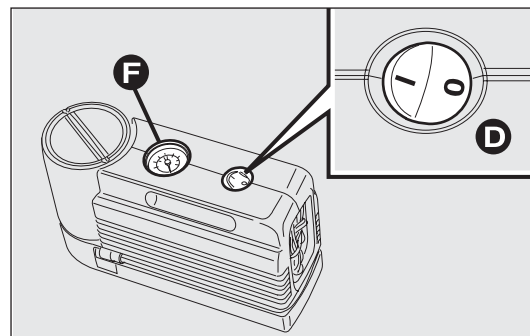
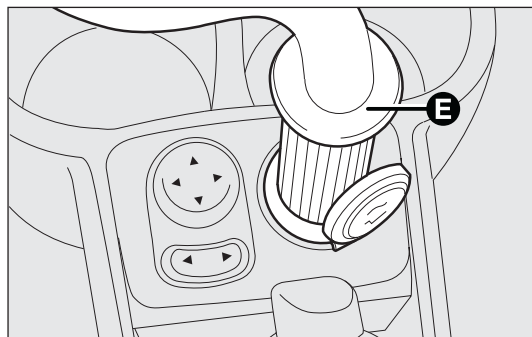

fig. 135
fig. 136
- s'assurer que l'interrupteur D-fig. 135 du compresseur est en position 0 (éteint), démarrer le moteur, insérer la fiche E-fig. 136 dans la prise de courant de 12V située sur le tunnel central et actionner le compresseur en déplaçant l'interrupteur D-fig. 135 en position I (allumé). Gonfler le pneu à la pression indiquée dans le paragraphe « Pression de gonflage » du chapitre « Caractéristiques Techniques ».
Pour plus de précision dans la lecture, il est préférable de vérifier la valeur de la pression sur le manomètre F-fig. 135 avec le compresseur éteint ;